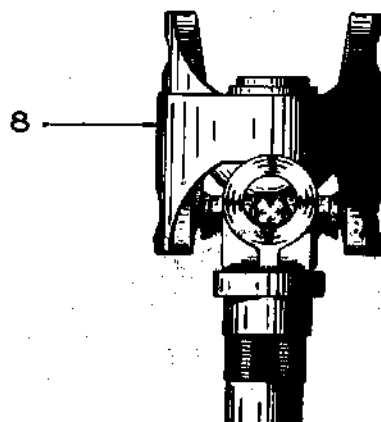

Fig.16 _ MISE EN PLACE
(Fig. 16). Cette opération est réalisée plus facilement en tenant les pièces verticalement. Introduire un tourillon du croisillon (9) côté arbre de commande, dans le logement du coussinet correspondant à la mâchoire double (8). Chercher en même temps à engager l'axe de rotule (13) dans l'alésage de la rotule intérieure (12) et à placer le deuxième croisillon (9). Cette opération est délicate et doit être réalisée sans chercher à forcer. S'assurer que la rotule intérieure (12) est orientée correctement pour recevoir la tige de l'axe de rotule (13)....